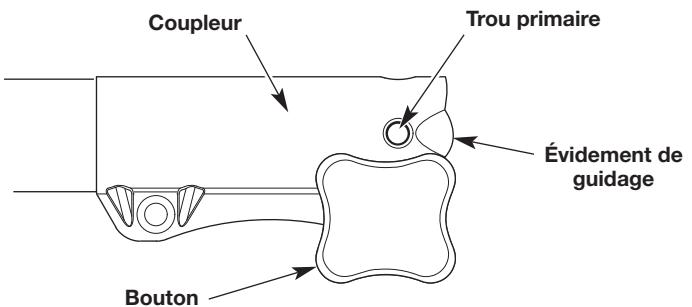
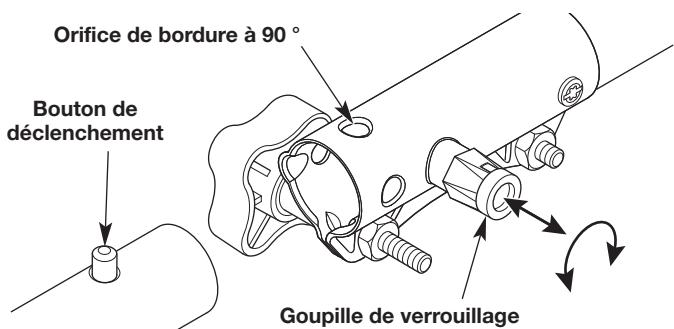

Fig. 2
Fig. 3
1. Tournez le bouton dans le sens contraire des aiguilles d'une montre pour desserrer le coupleur (Fig. 2).
2. Tirez sur la goupille de verrouillage et tournez-la de 90 degrés (Fig. 3), soit dans le sens horaire ou antihoraire.
- a. Si l'accessoire comporte un bouton de déverrouillage (Fig. 3), enclenchez-le dans l'orifice principal (Fig. 2), sauf indication contraire dans le manuel de l'opérateur.
REMARQUE : l'alignement du bouton de déclenchement avec l'évidement de guidage facilitera l'installation (Fig. 2).
Pour une bordure décorative réalisée avec la plupart des accessoires taille-bordures, verrouillez le bouton de déclenchement dans l'orifice de bordure à 90 ° (Fig. 3).
- a. Si l'accessoire comporte un bouton de déverrouillage, appuyez sur le bouton de déverrouillage et maintenez-le enfoncé (Fig. 3).
- b. Si l'accessoire n'a pas de bouton de déverrouillage, tirez sur la goupille de verrouillage et tournez-la de 90 degrés (Fig. 3), soit dans le sens horaire ou antihoraire.